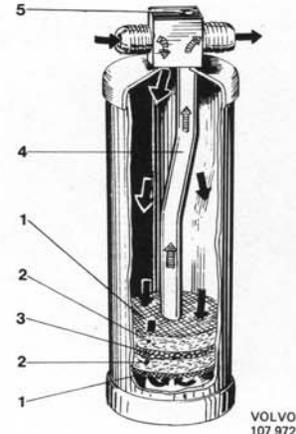

Abb. 22 Kältemittelfeuchter
Der Kältemittelfeuchter hat nicht nur die Aufgabe, den evtl. Wassergehalt der Flüssigkeit zu absorbieren, sondern er dient zugleich auch als Speicher für das flüssige Kältemittel, bevor dieses zum Expansionsventil weiterbefördert wird. Die feuchtigkeitabsorbierende Substanz (3, Abb. 22), durch welche das Kältemittel beim Austritt aus dem Entfeuchter passieren muß, ist zwischen zwei Filterplatten (2) gelagert.